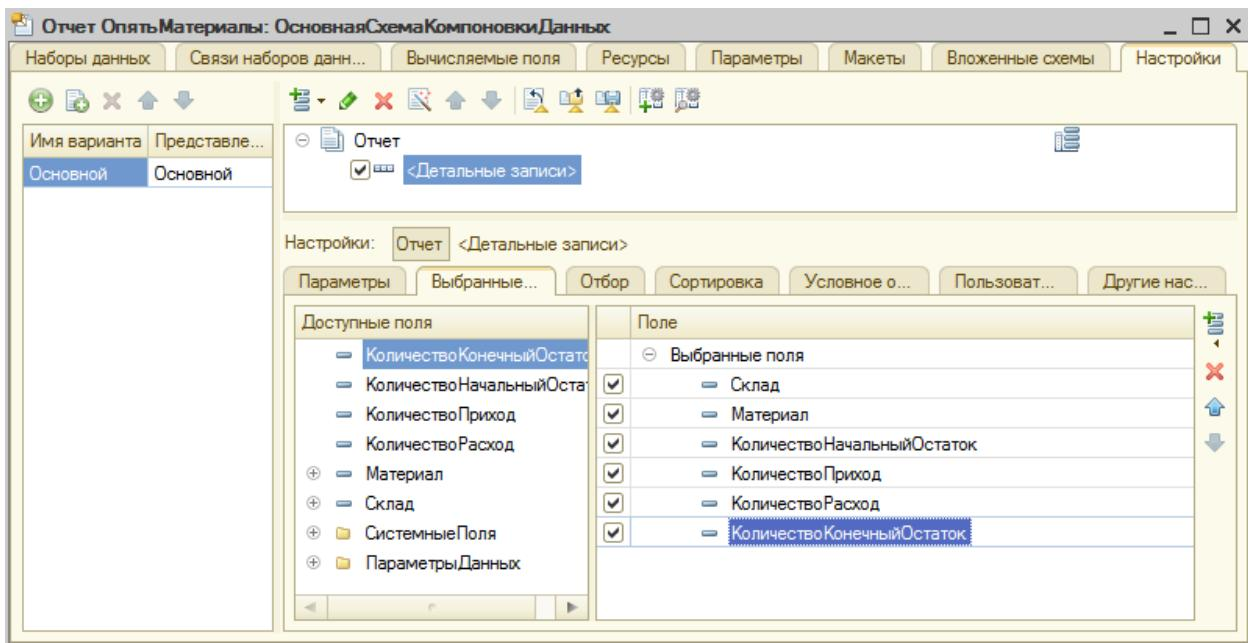

Рисунок 62 Вкладка Выбранные поля
8. На вкладке **Выбранные поля** перенесите все шесть доступных полей, используемых в запросе, в том же порядке, как на рис. 62: